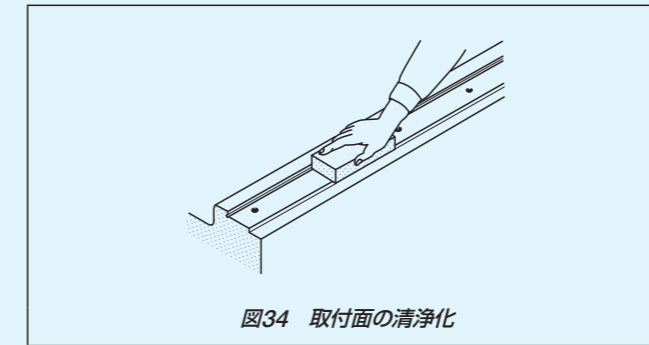

図34 取付面の清浄化
- ・リニアウェイモジュールを取り付ける機械・装置の取付基準面及び取付面のほり及び打痕を油といしなどで取り除き、清浄な布で拭き取ります(図34参照)。